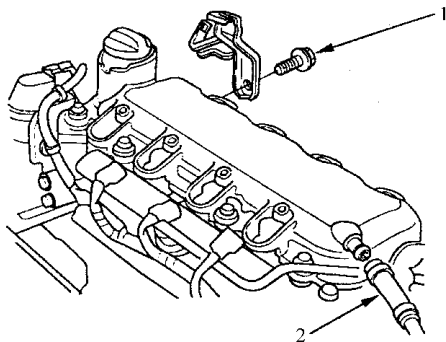

图 2-85 拆卸线束支架及通气软管
3) 如图 2-85 所示，拆下线束支架装配螺栓及通气软管。